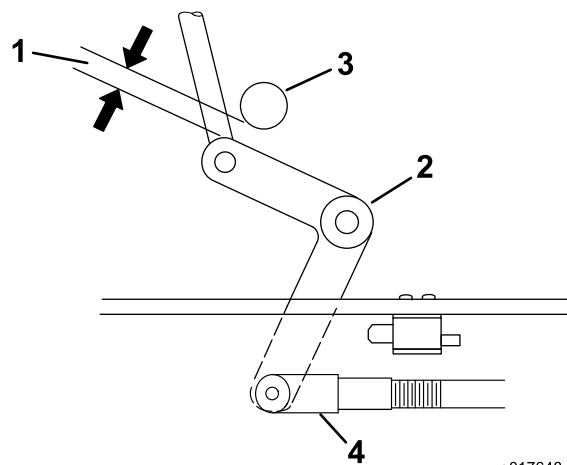

Figure 48
4. Ajustez la longueur de la timonerie de sorte que l'extrémité la plus basse du levier coudé passe juste le renfort de support de l'essieu (Figure 48).
9. Desserrez l'écrou contre la chape (Figure 48).